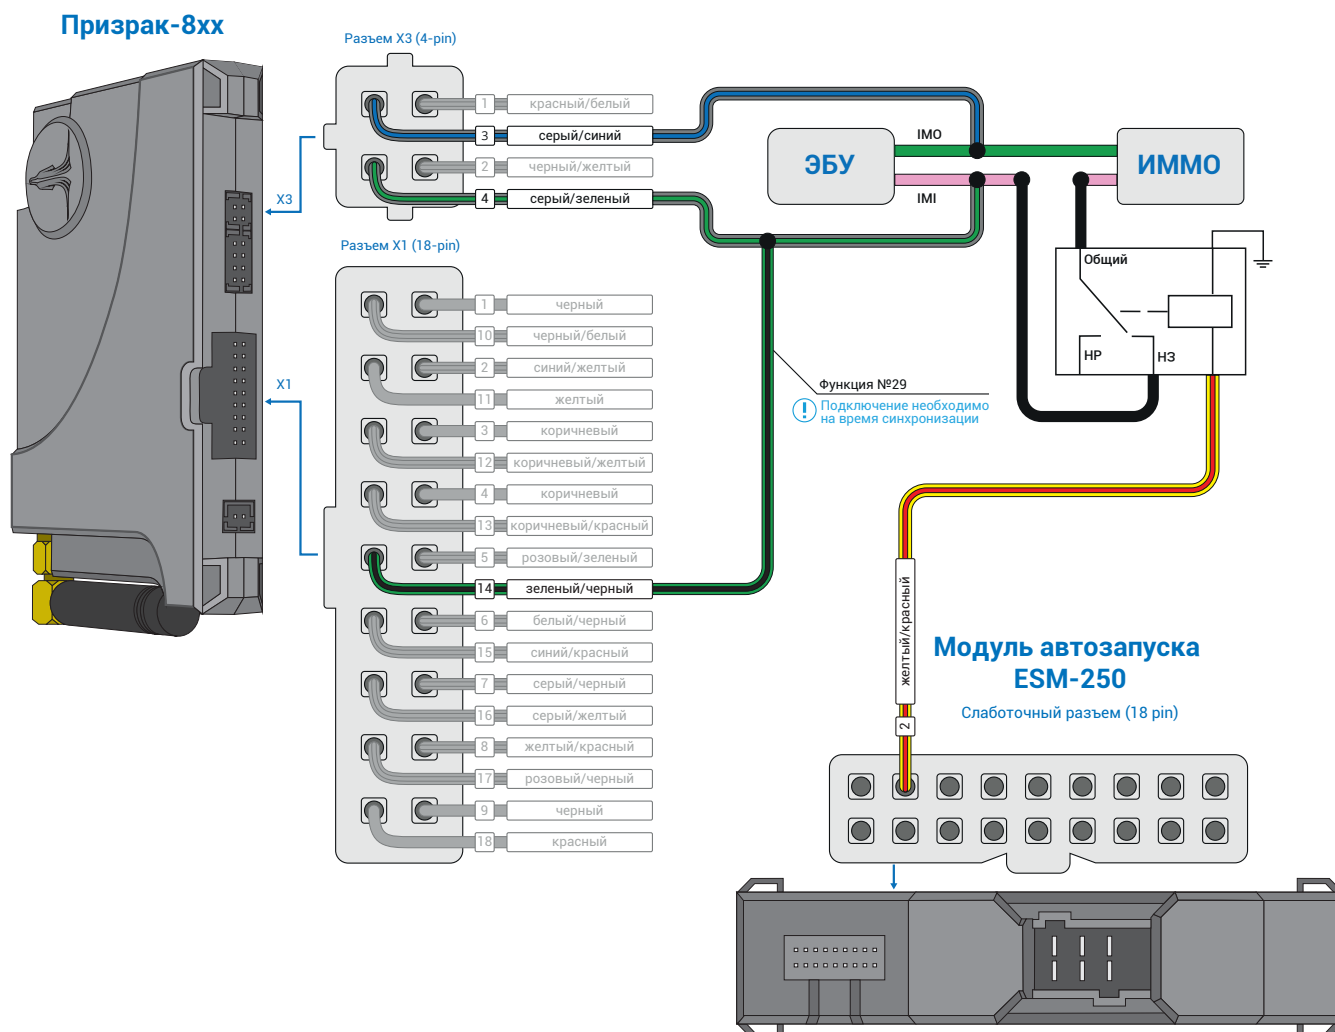
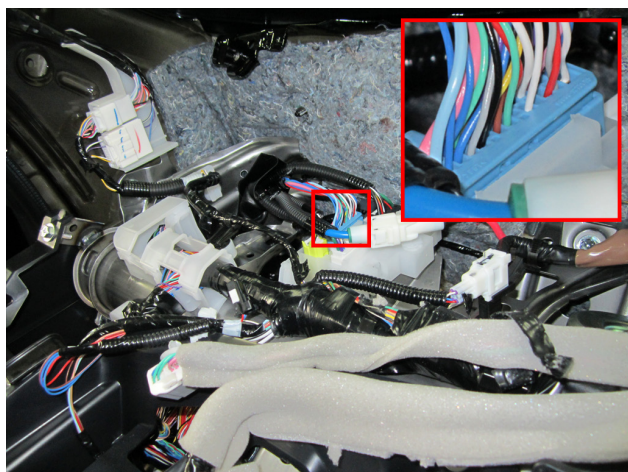

Рис.1 Призрак-8xx и ESM-250
Рис.4 Место подключения
2. Подключите серый/синий провод (контакт №1, разъем X1) к проводу IMO а/м, а серый/зеленый провод (контакт №13, разъем X1) к проводу IMI а/м. Назначьте функцию №29 на зеленый/черный провод (контакт №6, разъема X1) и подключите его на провод IMI а/м (см. рис.1). Подключение в а/м можно осуществить двумя вариантами: в подкапотном пространстве у блока ЭБУ (см. рис. 2, 3) или слева под торпедо (см. рис. 4, 5).